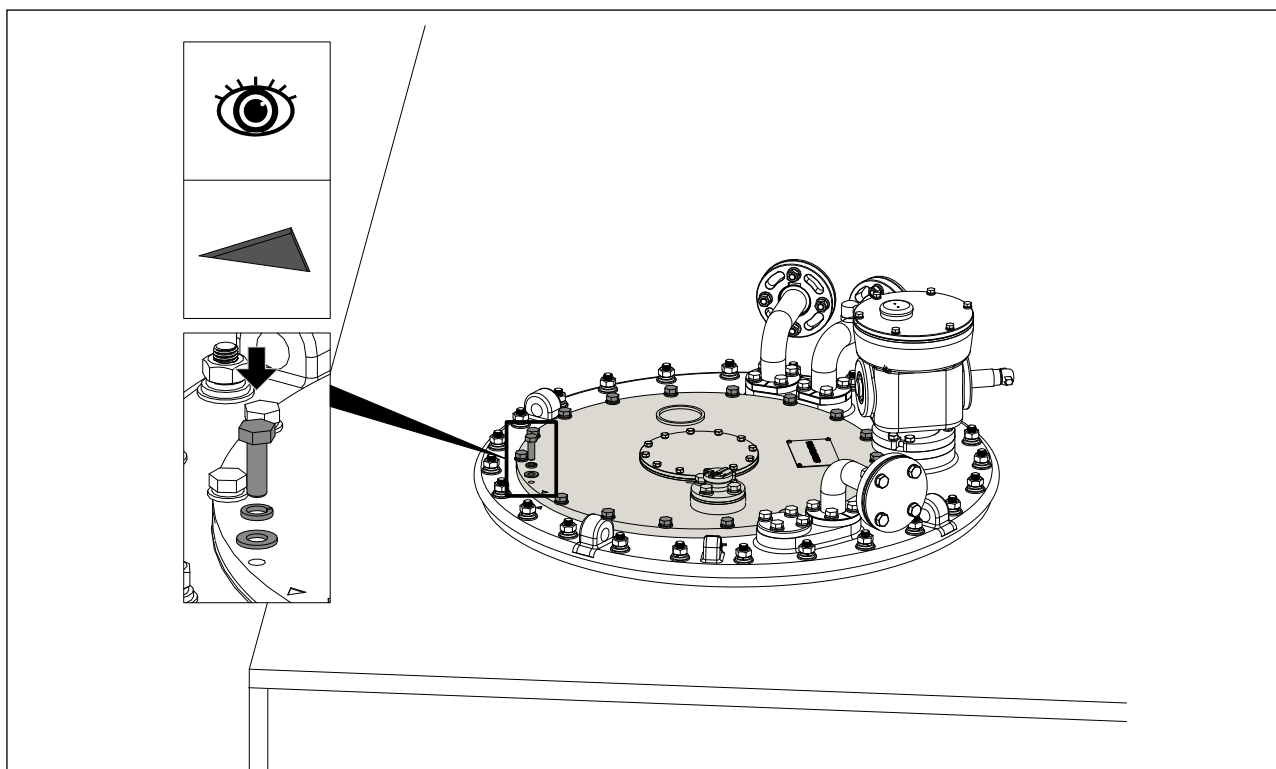

图 5-30 安装顶盖
4. 使用 13mm 开口 / 套筒扳手，安装 18 套 M8 螺钉，每套配弹簧垫圈 x1、平垫圈 x1，扭矩：22Nm，将顶盖固定到 OLTC 安装法兰上（见图 5-30）。